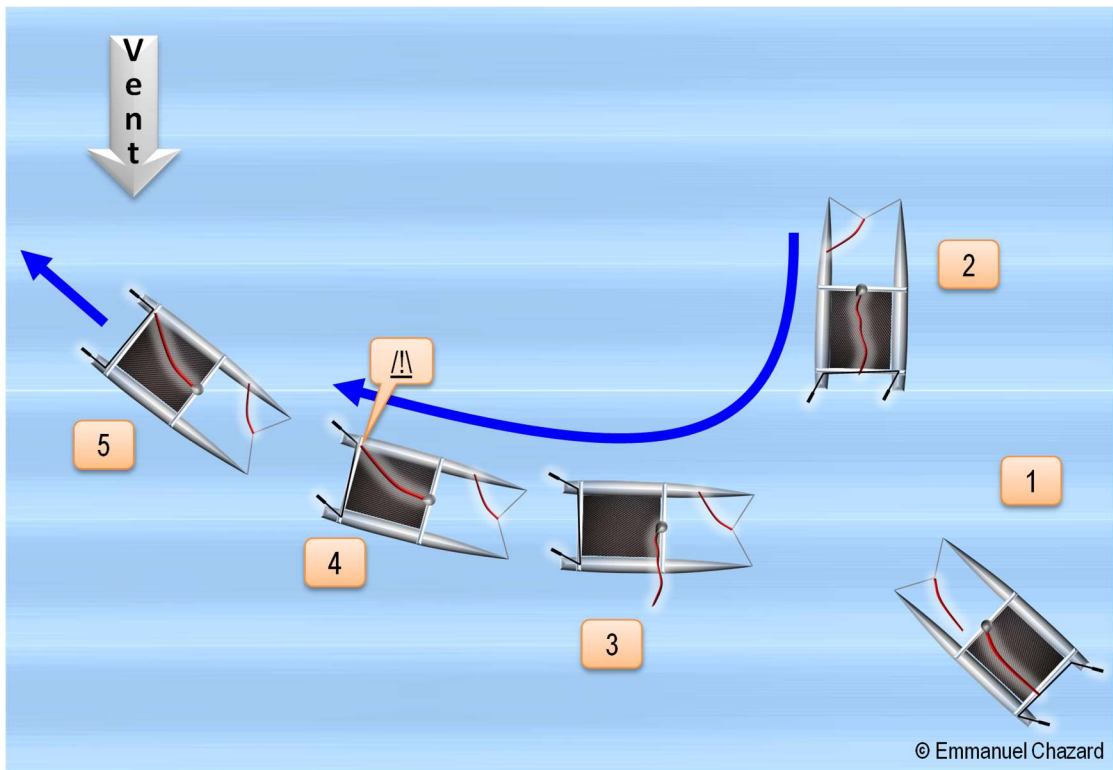

Figure 49. Initier une marche arrière dos au vent
La manœuvre de mise en marche arrière dos au vent est décrite en Figure 49.
Le texte ci-dessous légende la Figure 49.
Le catamaran est au près (1). Une auloffée est lancée en poussant la barre, et en bordant la GV, de manière à mettre le catamaran face au vent. Le foc doit rester bien bordé. Une fois le catamaran face au vent, actionner la barre pour choisir de quel côté on souhaite partir (2). Dans l'exemple de la Figure 49, on poursuit dans la même direction en inversant la barre. On aurait également très bien pu repartir vers la droite de la figure, en maintenant la barre du même côté, l'important étant ainsi d'amorcer une phase de recul.